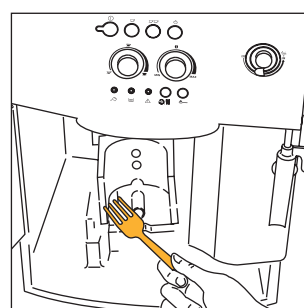

Fig.30
- rengør omhyggeligt maskinens indvendige dele. For at fjerne kaffesterer, der sidder fast i de indre dele, benyt en trægaffel eller en plastikgaffel (fig. 30) og støvsug derefter alle resterne med en støvsuger (fig. 31);